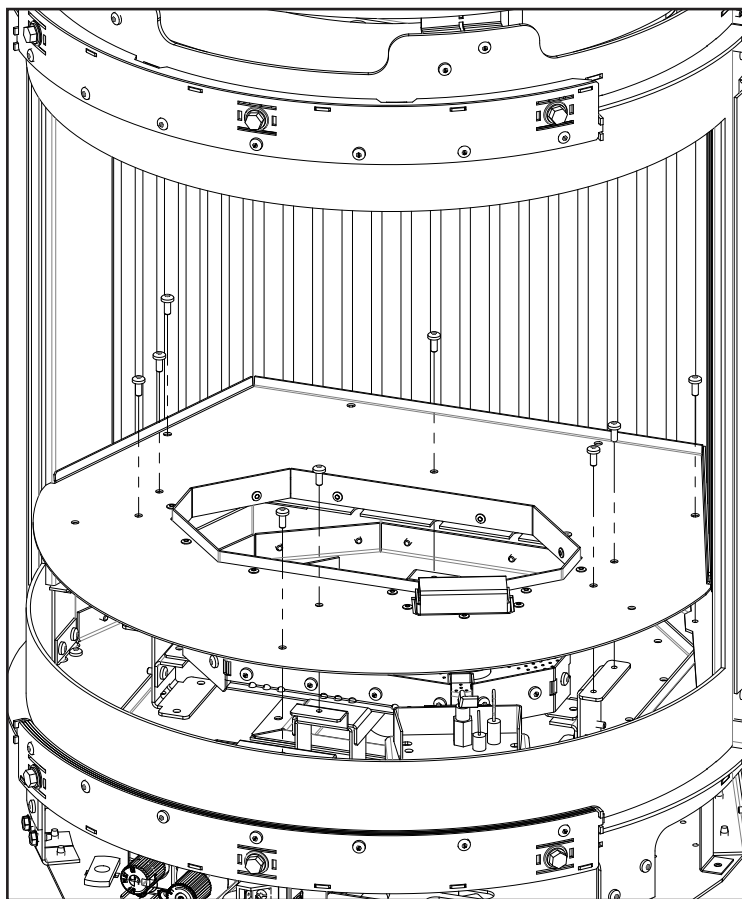

Figure 33: Retrait de la plate-forme du brûleur
Pour retirer le brûleur, retirez d'abord le cadre de la porte et la vitre (reportez-vous à la page 15 et la page 16 pour les détails). Retirez les neuf (9) vis fixant la plate-forme du brûleur à l'aide d'un tournevis T20 (voir la Figure 33).